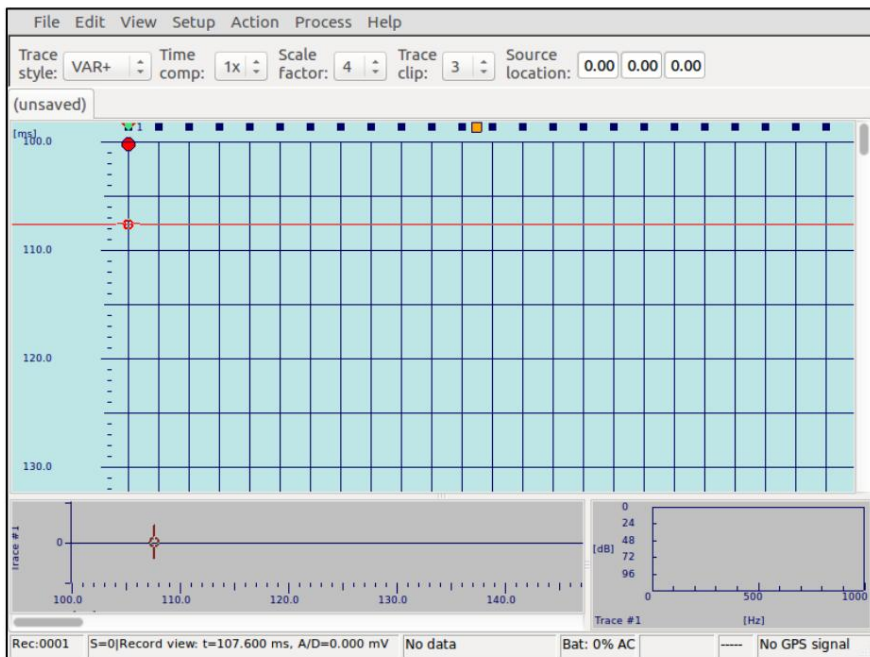

Figura 24 Primer marcador de ruptura
- Colocación de un primer marcador de ruptura (Figura 24)